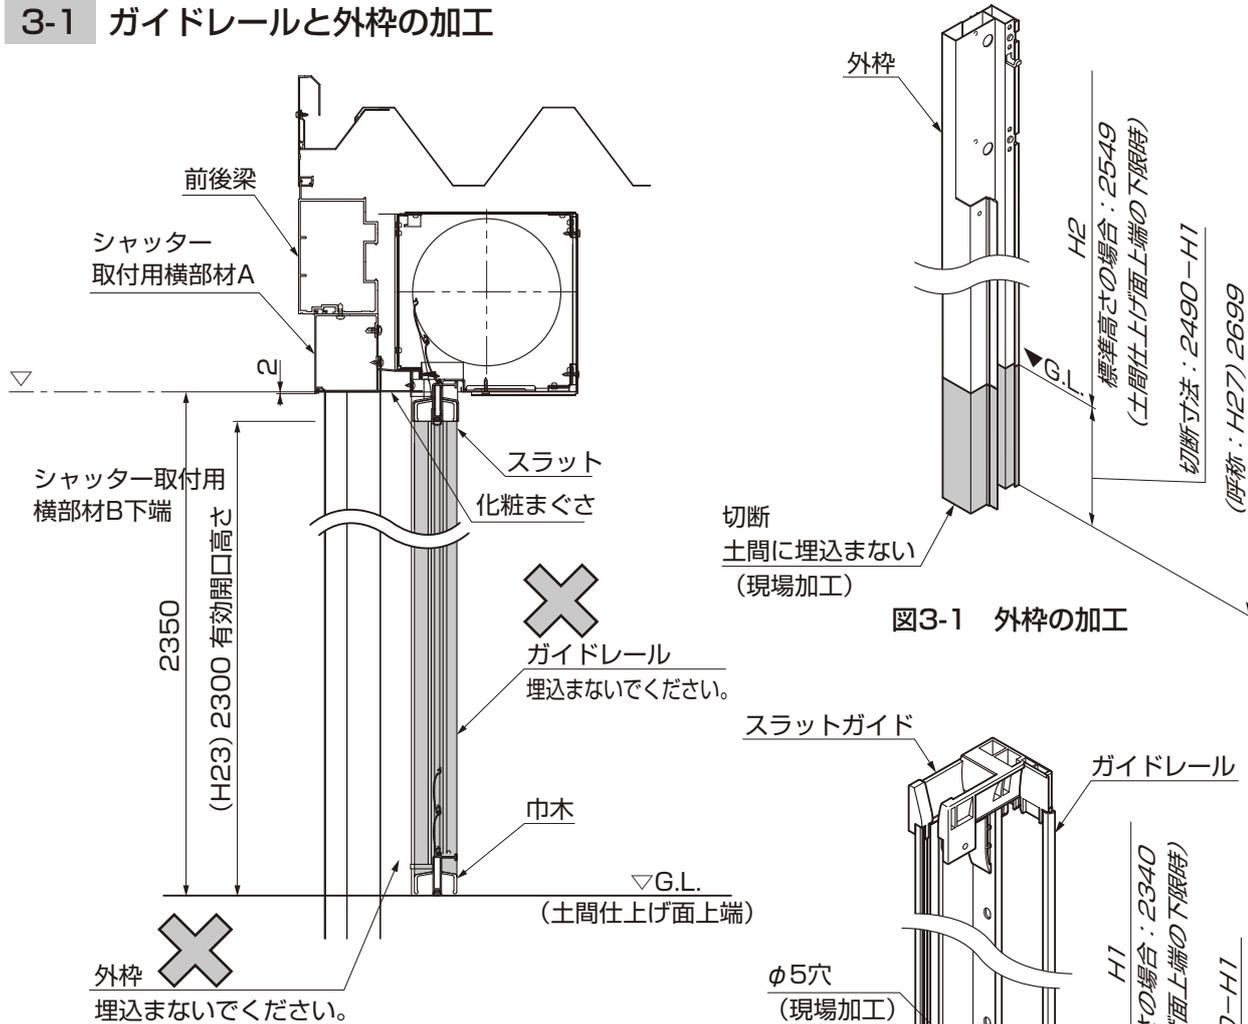
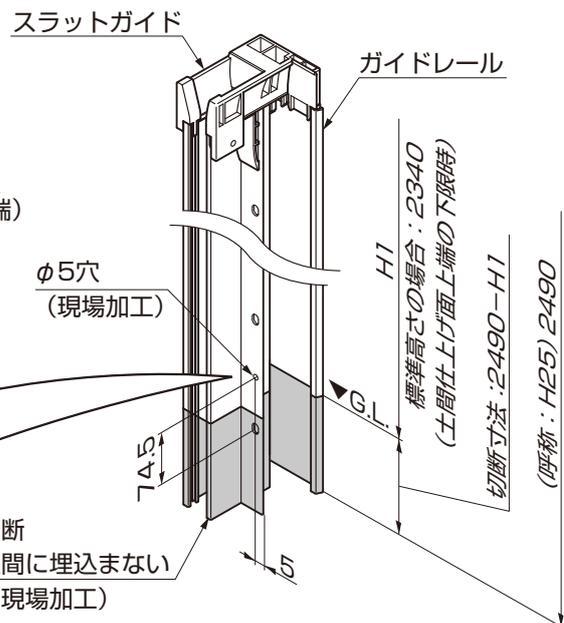
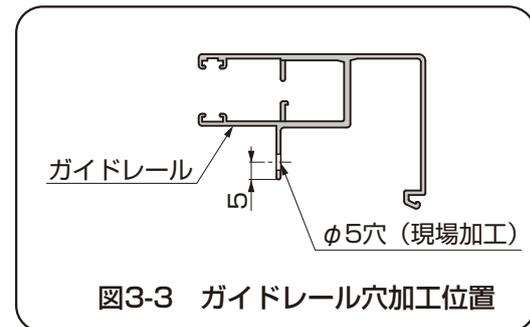

図3-1 外枠の加工
図3-2 ガイドレールの加工
図3-3 ガイドレール穴加工位置
①外枠を施工現場の土間仕上げ面上端に合わせて切断してください。(図3-1参照)
●標準高さ (H23) の場合、外枠の加工寸法は、 $H2 = 2549$  (切断寸法: 150) となります。(図3-1参照)
②ガイドレールを、施工現場の土間仕上げ面上端に合わせて、切断と最下部の穴あけ (現場加工) をしてください。(図3-2、図3-3参照)
●標準高さ (H23) の場合、ガイドレールの加工寸法は、 $H1 = 2340$  (切断寸法: 150) となります。(図3-2参照)
●施工後のメンテナンス上、外枠、ガイドレールは土間に埋込まないでください。(図3-1、図3-2参照)